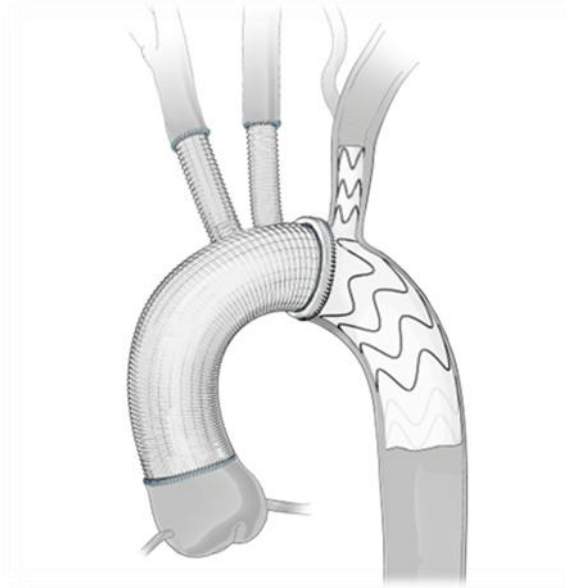

Abbildung 15. Repräsentativer kompletter Aortenbogenersatz mit Arcevo™ LSA-Implantat
- 11.5.2 Eine chirurgische Gefäßprothese in der Aorta ascendens gemäß hausinternem Protokoll und Herstellerangaben implantieren. Die Anastomose der chirurgischen Gefäßprothese (nicht im Lieferumfang enthalten) an die durchtrennte Aorta und das Arcevo™ LSA-Implantat unter Verwendung der üblichen chirurgischen Techniken durchführen. Nach Ermessen können Anastomosen an Zweiggefäße auf übliche chirurgische Art gemäß hausinternem Protokoll durchgeführt werden. **Abbildung 15** zeigt eine repräsentative Darstellung des abgeschlossenen Verfahrens des Arcevo™ LSA mit distaler Landezone.